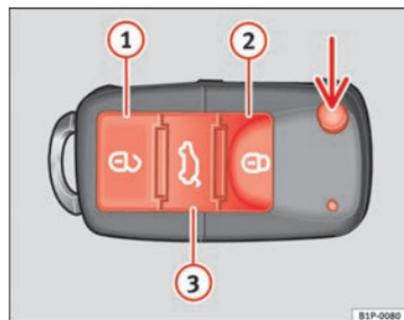

Fig. 44 Teclas de la llave con mando a distancia
Con la tecla \Rightarrow fig. 44 (flecha) del mando, se desbloquea el paletón de la llave.
Desbloqueo del vehículo \Rightarrow fig. 44 ①.
Bloqueo del vehículo \Rightarrow fig. 44 ②.
Desbloqueo del portón trasero. Pulse la tecla \Rightarrow fig. 44 ③ hasta que todos los intermitentes del vehículo parpadeen brevemente. Al pulsar la tecla de desbloqueo \Rightarrow ③, dispone de 2 minutos para abrir el portón. Una vez transcurrido este tiempo se bloqueará de nuevo.
- Pulse la tecla  ② ⇒ página 82, fig. 44 del mando a distancia.
- Pulse la tecla  ① ⇒ página 82, fig. 44 del mando a distancia.
Para cambiar el estado de bloqueo/desbloqueo, accione el pulsador  o la tecla  ⇒ página 82, fig. 44 de la llave del mando a distancia.